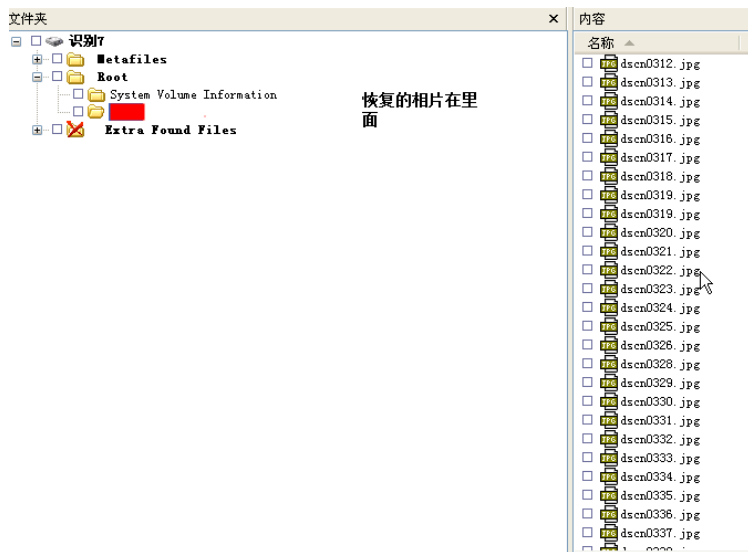

图 5-77 恢复的相片
(27) 打开恢复的文件,可以打开说明恢复成功。继续查找恢复的文件,如图 5-77 所示。